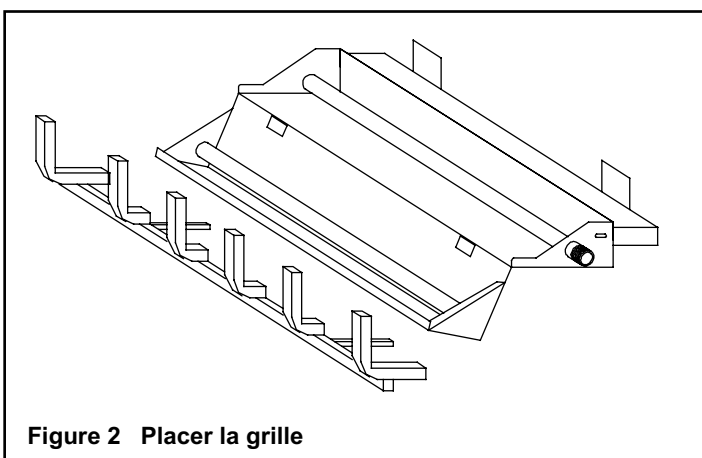

Figure 2 Placer la grille
- Installez la grille en plaçant les garnitures (fixées à la grille) dans les fentes fournies dans le plateau du brûleur. Glissez les garnitures dans les fentes (voir la figure 2) et poussez la grille aussi loin que possible en position verrouillée.